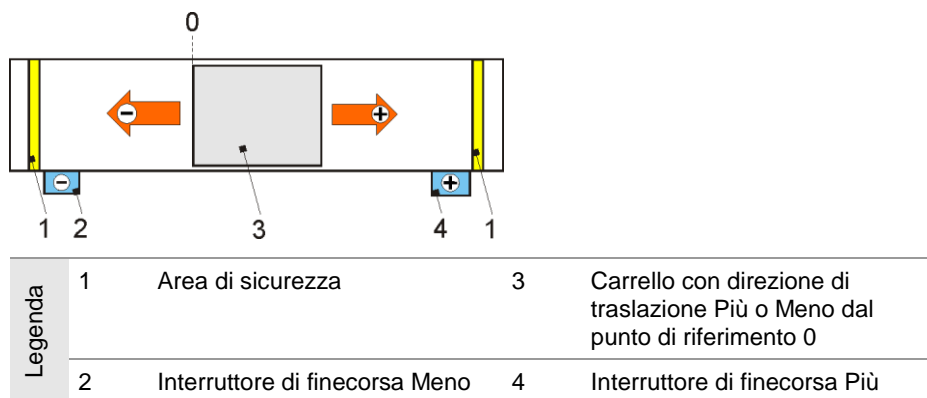

Figura 8: Esempio direzione di traslazione e circuiti degli interruttori di finecorsa
2. Controllare il senso di rotazione del motore. Il senso di rotazione deve tener conto degli interruttori di finecorsa di sicurezza (Figura 8). All'occorrenza modificare il senso di rotazione del motore.